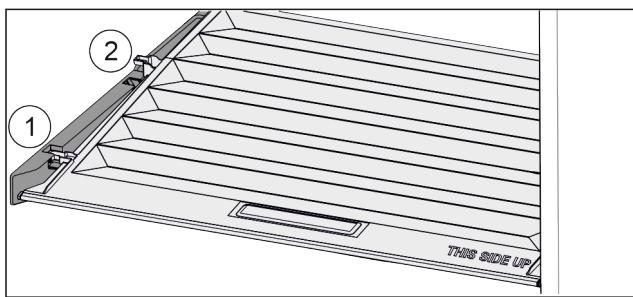

Fig. 56
- Кришку до отвору в деталях для підтримки потягнути вперед Fig. 56 (1).
- Підняти ззаду знизу та вийняти Fig. 56 (2) вгору.